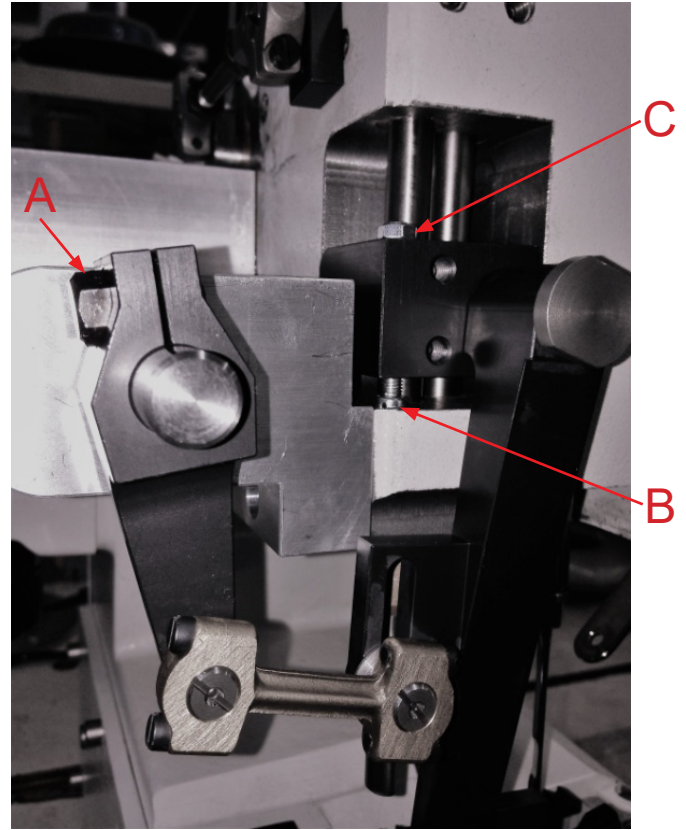

Fig. 2
Loosen screw (A, Fig. 2) and set the teeth of the upper feed intermittently to the middle of the tooth gaps of the lower feed.
Then adjust the height of the upper feed with the setting screw (B, Fig. 2) so low the teeth do not touch.
Lock nut (C, Fig. 2). Slightly tighten screw (A, Fig. 2).
Dazu Schraube (A, Fig. 2) lösen und die Zähne des Obertransports über die Zahnluken des Untertransports stellen.
Dann die Höhe des Obertransports mit der Stellschraube (B, Fig. 2) so tief stellen, dass sich die Zähne nicht berühren.
Mit Mutter (C, Fig. 2) kontern. Schraube (A, Fig. 2) leicht anziehen.
- Loosen screw (A, Fig. 2) and set the upper feed to center position of presser foot slots.
- Schraube (A, Fig. 2) lösen und Obertransport im Drückerfußfenster in Transportrichtung zentrieren.